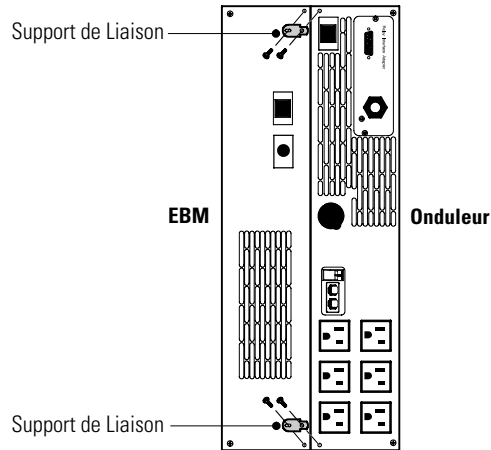

Figure 9. Installation des supports de liaison
7. Enlevez les vis adjacentes situées dans les coins des panneaux arrières comme illustré à la Figure 9 afin d'installer les supports de liaison.